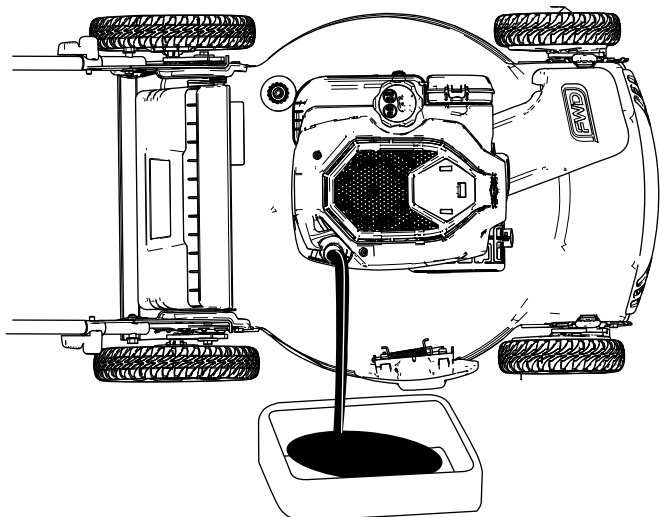

Figuur 19
3. Verwijder de peilstok door de dop linksom te draaien en eruit te trekken (Figuur 19).
10. Lees het oliepeil af van de peilstok (Figuur 19).